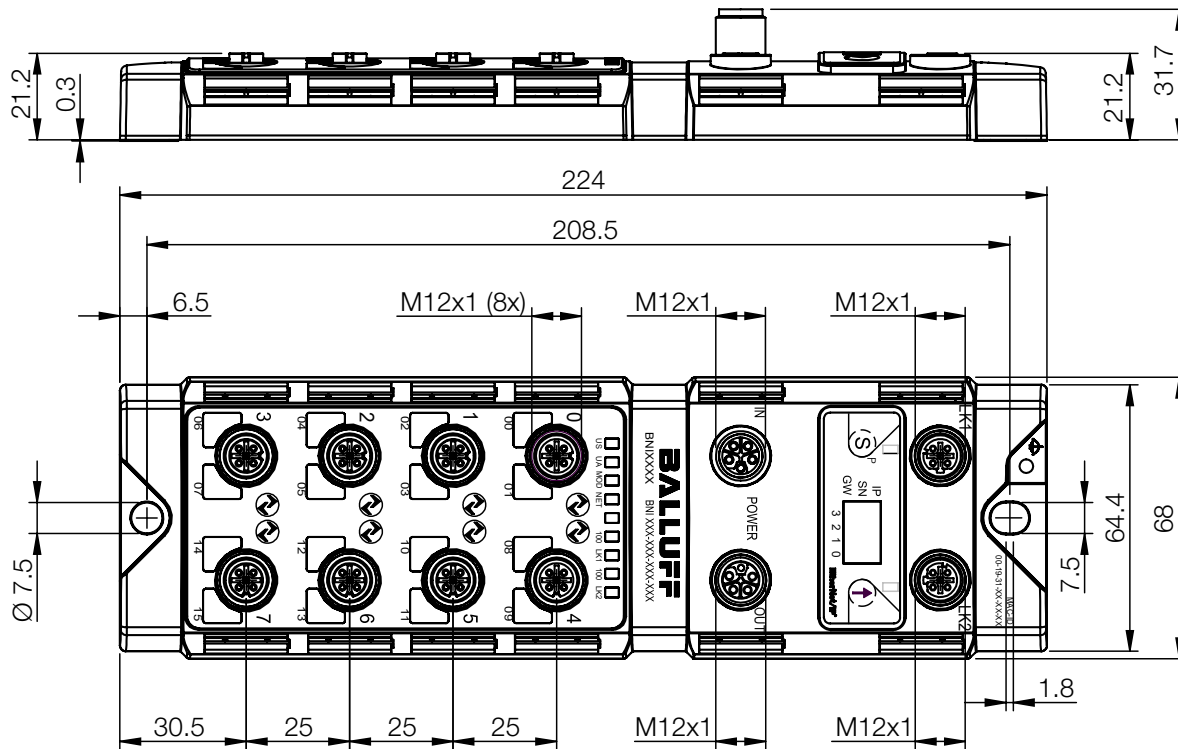

Bild 4-1: Abmessungen, Aufbau und Funktion
**i** Abmessungen siehe Bild 4-1 auf Seite 8.